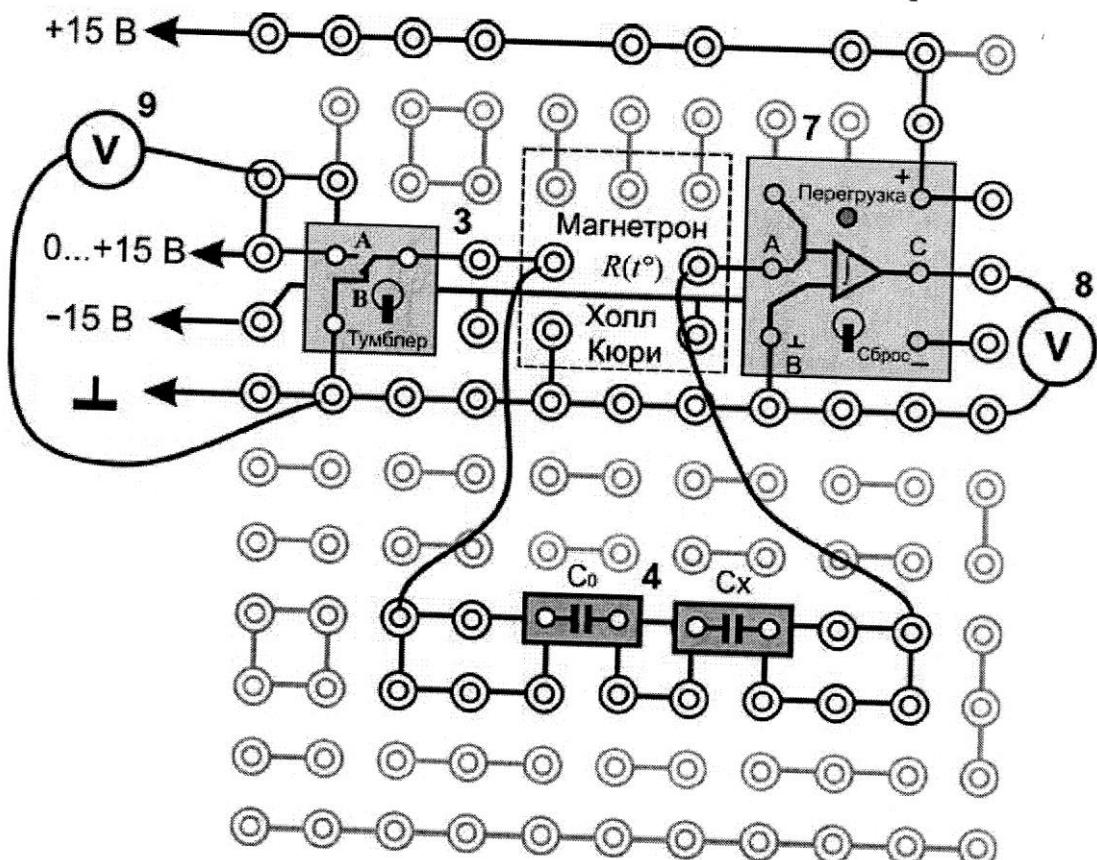

Рис. 2.5. Последовательное соединение конденсаторов
13. Соединить конденсаторы  $C_0$  и  $C_x$  **последовательно** (рис. 2.5). Следуя пунктам 5 и 6, подобрать для батареи оптимальное напряжение зарядки  $U_{\text{посл}}$ .